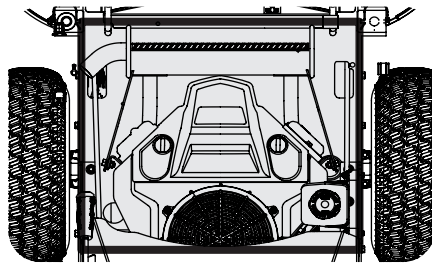

Figura 7
- Limpie debajo del colector de escape, alrededor de los fusibles, todo el cableado y los mazos de cables, el tubo del silenciador, el protector del silenciador, los filtros de admisión del motor y las aletas de refrigeración, etc. Consulte la Figura 7.